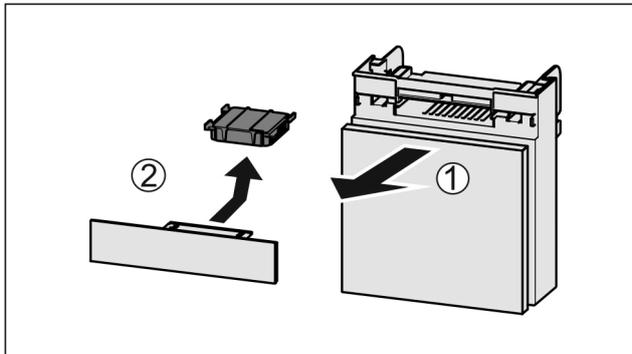

Fig. 82
- ▶ Retire el compartimento hacia delante Fig. 82 (1).
- ▶ Retire el filtro de carbón activo Fig. 82 (2).